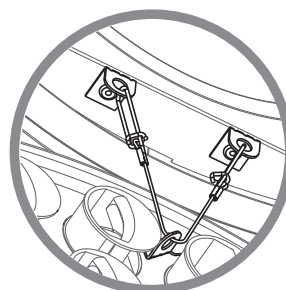

Bild 1. Säkerhetslina mellan donfront och donkropp.
- Donfronten lossas vid montage. Fronten är säkrad med 3-4 st skruvar beroende på storlek (bild 3). Den även försedd med en dubbelt infäst **säkerhetslina** som är placerad närmast inloppsstosen, **Bild 1**.